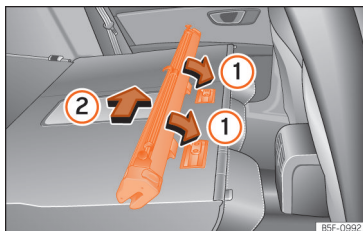

Abb. 159 Einbau der Netztrennwand an den Rücksitzlehnen
- Ordnen Sie die Schale des Netzes in der Unterseite der Stützschiene in Pfeilrichtung an » » **Abb. 159 ①**.
- Drücken Sie die Schale nach links vom Fahrzeug in Pfeilrichtung » » **Abb. 159 ②** und bis zum Anschlag.
- Ziehen Sie am Gehäuse des Netzes ca. 5 cm gegen die Pfeilrichtung » » **Abb. 159 ②**.
- Nehmen Sie den Einsatz der Netztrennwand aus den Halteschienen, indem Sie entgegen der Pfeilrichtung » » **Abb. 159 ①** ziehen.